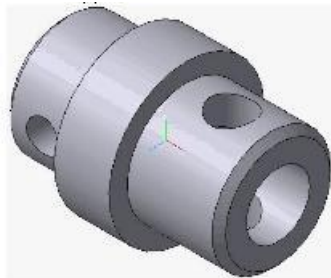

Рис. 5
33. Зафиксируйте действия командой Создать объект  (рис. 5).